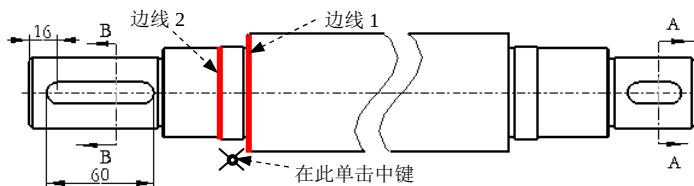
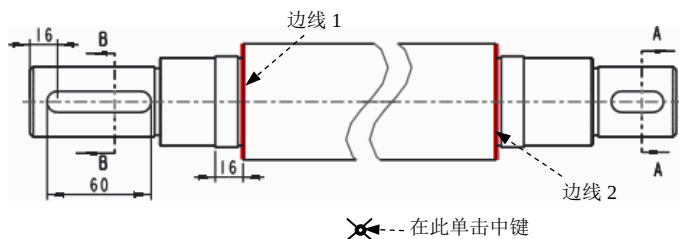
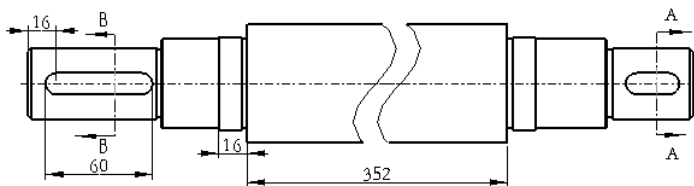

图 5.9.7 定义尺寸标注的参考（一）
图 5.9.8 定义尺寸标注的参考（二）
图 5.9.9 添加尺寸
(1) 添加尺寸（一）。
① 在功能区中选择 **注释**  **尺寸** 命令。
② 此时系统弹出“选择参考”对话框，选取图 5.9.7 所示的边线 1，按住 Ctrl 键，再选取图 5.9.7 所示的边线 2，在图 5.9.7 所示的位置单击中键放置尺寸，结果如图 5.9.8 所示。
(2) 添加尺寸（二）。选取图 5.9.8 所示的边线 1，按住 Ctrl 键，再选取图 5.9.8 所示的边线 2，在图 5.9.8 所示的位置单击中键放置尺寸，结果如图 5.9.9 所示。